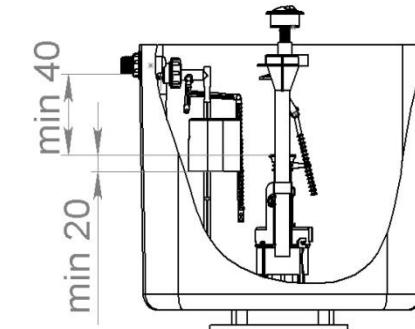

Рис. 4
2. Отрегулируйте трубу перелива 11 на клапане выпуска так, чтобы расстояние от края трубы до нижнего края бокового отверстия было не менее 40 мм (рис. 4). Для освобождения и фиксации трубы перелива отверните и заверните гайку 12. (рис.2)
Отсоединяя поплавок 5 от регулирующего стержня 4 и перемещаем вдоль стойки 7 так, чтобы нижняя плоскость поплавка, в поднятом состоянии, должна быть на расстоянии 20 мм ниже верхнего края трубы перелива (см. Рис. 4). После защелкиваем стержень 4 на поплавке 5.